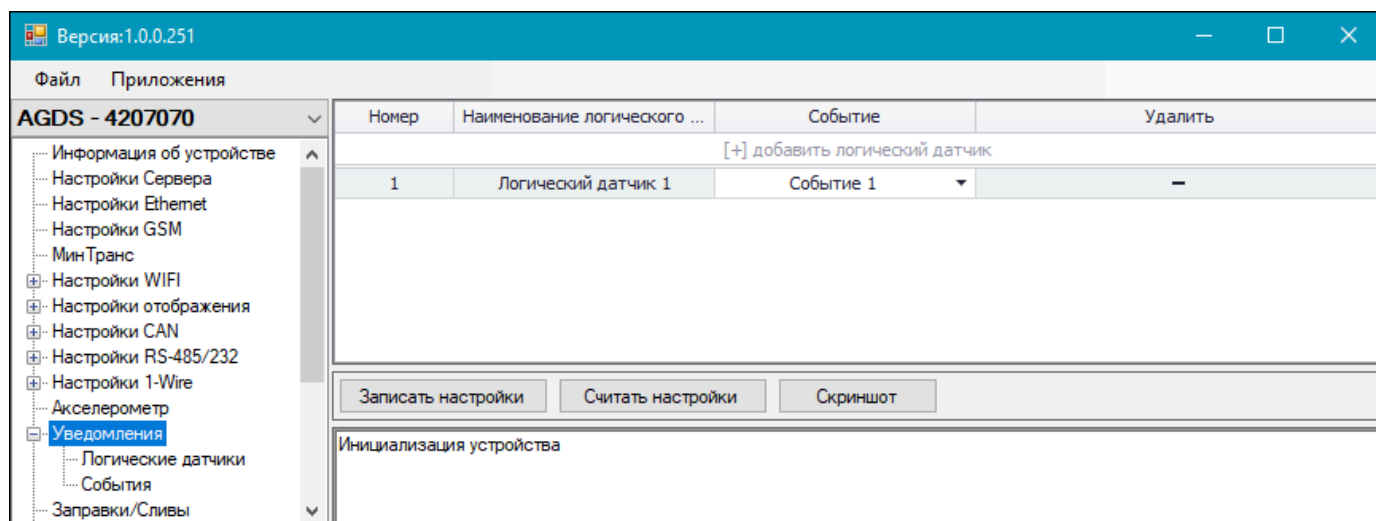

Рис.93. Рабочая область пункта «Уведомления»
6. Выберите в списке программы-конфигуратора пункт «**Уведомления**» (Рис.93).